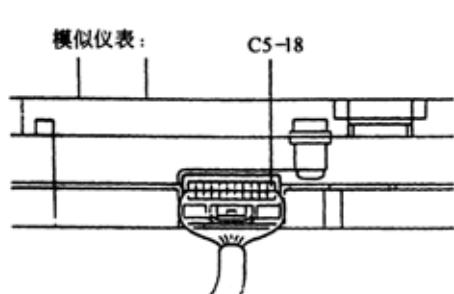
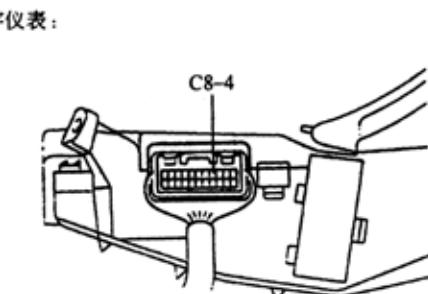

图 9-84
图 9-85
(2) 使用示波器检查组合仪表总成输入信号波形(参考) , 如图 9-84、图 9-85 所示。